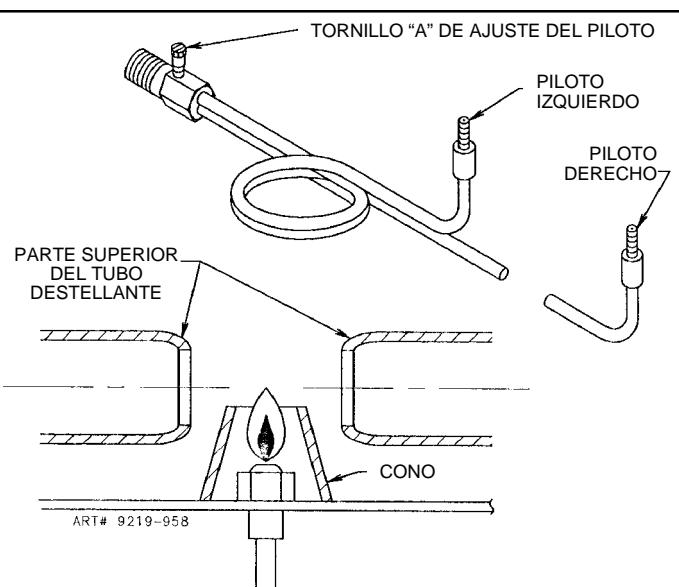

FIGURA 6
(Vea la figura 6)
Purge todo el aire del sistema de suministro abriendo la válvula de un quemador superior. Después cierre la válvula y ajuste la llama del piloto usando el tornillo "A" (figura 6) de ajuste para que la llama esté uniforme con la parte superior del tubo de cremalleras. Para encender el quemador, empuje y gire la perilla del quemador superior a la posición baja. NOTA: Algunos modelos SOLAMENTE tienen un ajuste de piloto en la tubería del múltiple.
- c. Modelos con pilotos verticales: Ajuste los pilotos de los quemadores. (Vea la figura 6.) Gire el interruptor del selector de la cara del termostato a la posición LP.
- c. Modelos con pilotos verticales: Ajuste los pilotos de los quemadores superiores. (Vea la figura 6.) Gire el interruptor del selector de la cara del termostato a la posición de gas natural.